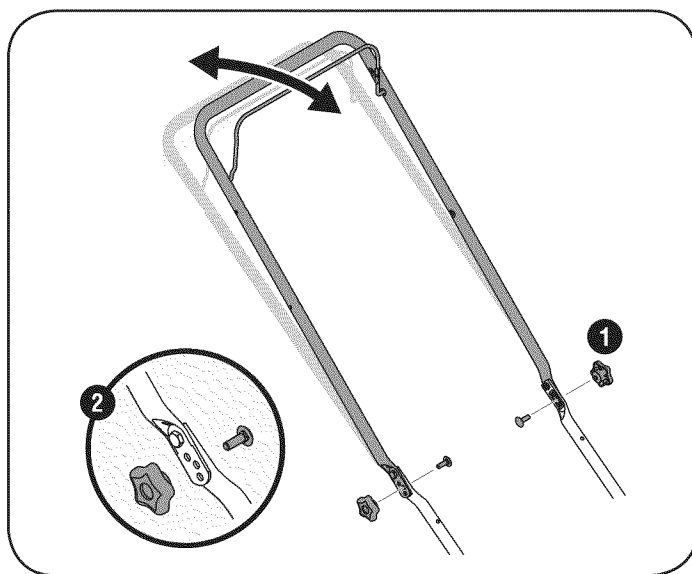

Figura 9
1. Quite los tornillos y tuercas de mariposa transporte de manejar. Vea la Figura 9.
2. Coloque el mango en una de las tres posiciones que se sienta más cómodo. Vea la Figura 9 inserción.